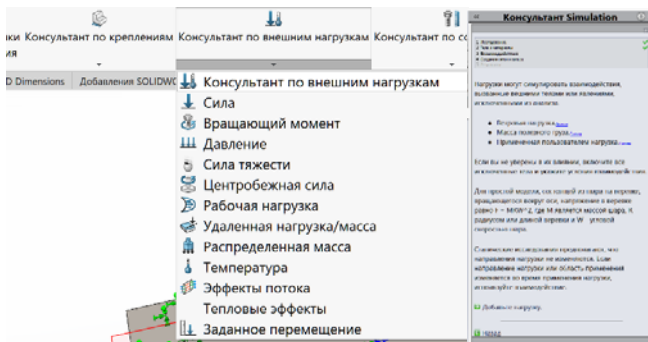

Рис. 2.7.
3. На поверхность сварной детали действует давление. Чтобы его задать, необходимо выбрать команду «Консультант по внешним нагрузкам» (рис. 2.7).